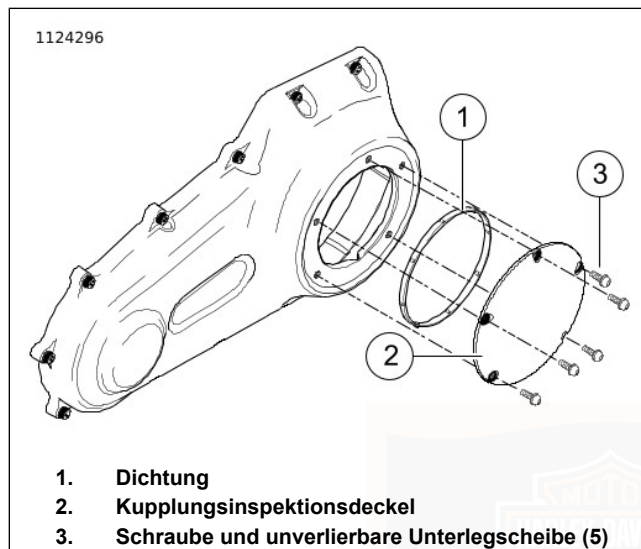
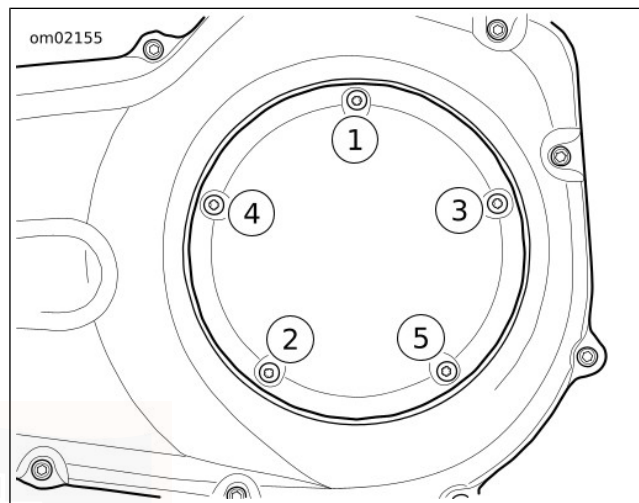

Abbildung 107. Kupplungsdeckel (Typisch)
Abbildung 108. Anzugsreihenfolge für Kupplungsdeckel
6. Siehe Abbildung 107. Schrauben (3) und Kupplungsinspektionsdeckel (2) entfernen.
7. Dichtung (1) entfernen. Das Öl von der Nut im Kettengehäusedeckel und der Befestigungsfläche abwischen.
- b. Siehe Abbildung 107 . Die **neue** Dichtung (1) in die Nut des Kupplungsinspektionsdeckels (2) einsetzen. Jede Noppe auf der Dichtung in die Nut drücken.
- c. Den Kupplungsinspektionsdeckel (2) mit Schrauben und unverlierbaren Unterlegscheiben (3) sicher befestigen.
- d. Siehe Abbildung 108 . Auf folgendes Drehmoment anziehen: 9,5–12,2 N·m (84–108 **in-lbs**).